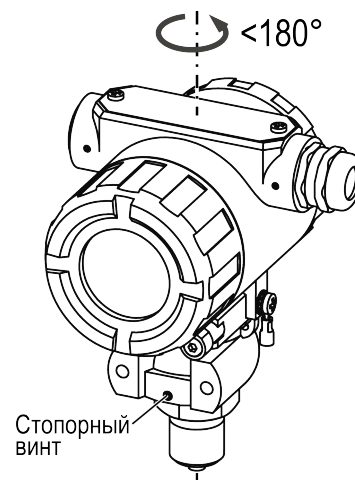

Рисунок 6.6 – Поворот корпуса относительно штуцера
1. Ослабить стопорный винт с помощью ключа для внутреннего шестигранника размером  $S = 2$  мм (см. рисунок 6.6).